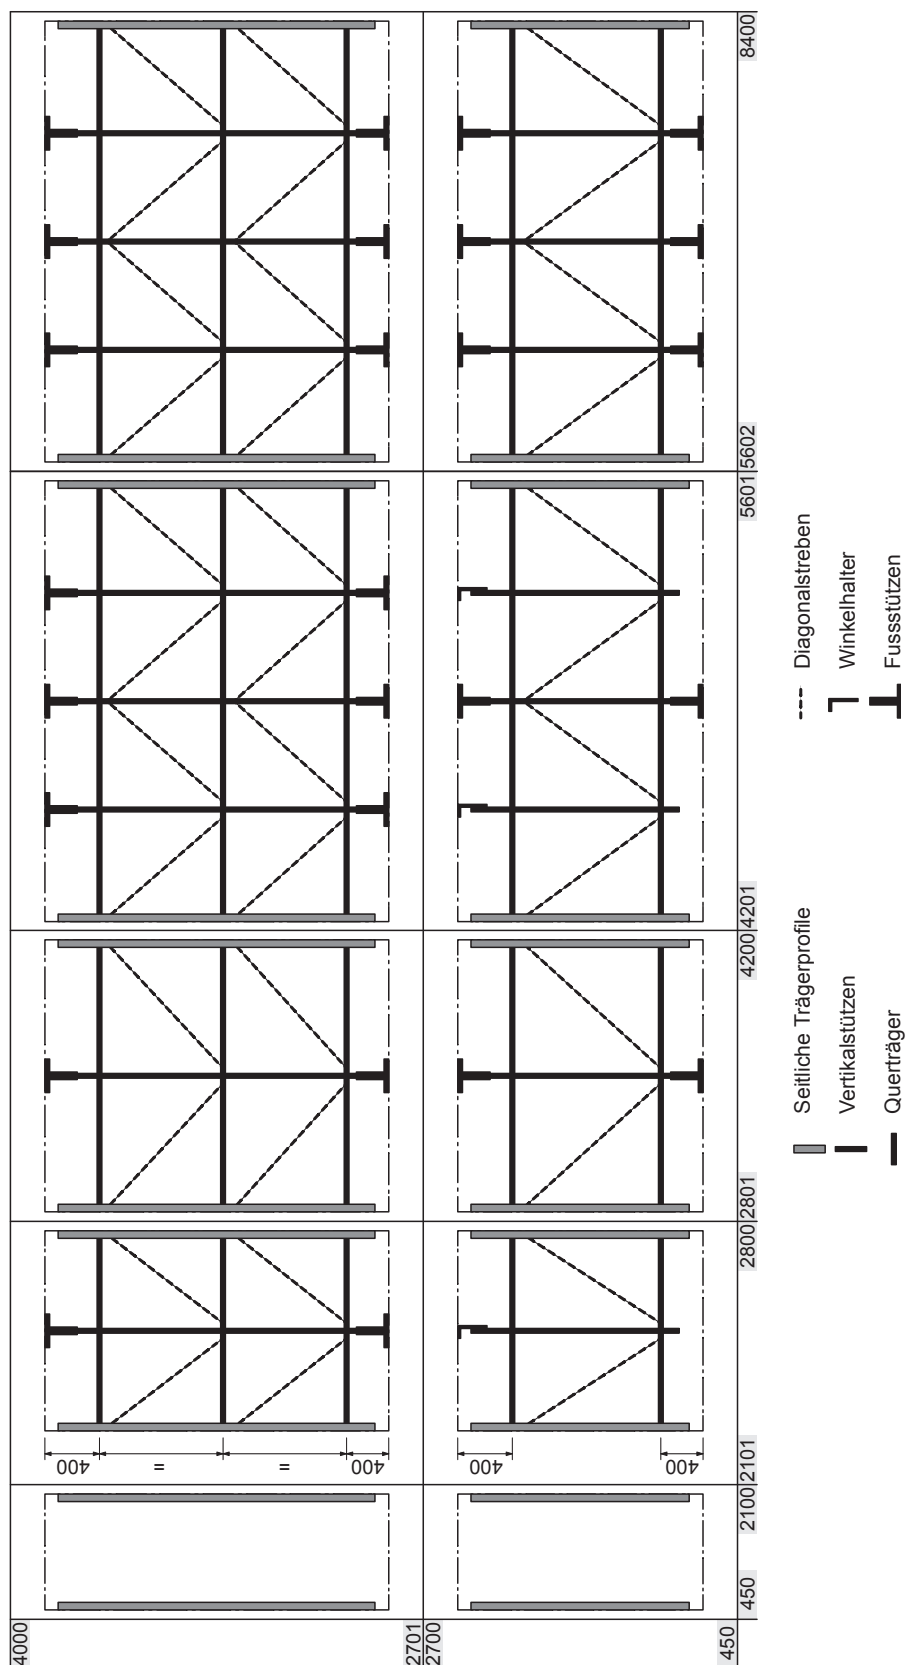

Abb. 4: Übersicht der Rahmenkonstruktionen des Nachverdunsters (Kanalinnenmasse in mm)
Wichtig: Bei Systemen mit einer Breite >2800 mm werden einzelne oder alle Vertikalstützen der Nachverdunstereinheit mit speziellen Stützfüßen an der Kanaldecke und am Kanalboden befestigt (siehe Abb. 4). Bei Systemen mit einer Breite von >4500 mm wird zusätzlich auch die Vertikalstütze der Düseneinheit mit einem Stützfuß am Kanalboden befestigt (siehe Abb. 24). Stellen Sie sicher, dass die Montagefläche auf der die Stützfüße am Kanalboden (oder in der Wanne) und an der Kanaldecke befestigt werden, mit entsprechenden Traversen verstärkt werden.
8. Diagonalstreben montieren (siehe auch Übersicht Rahmenkonstruktionen in Abb. 4):